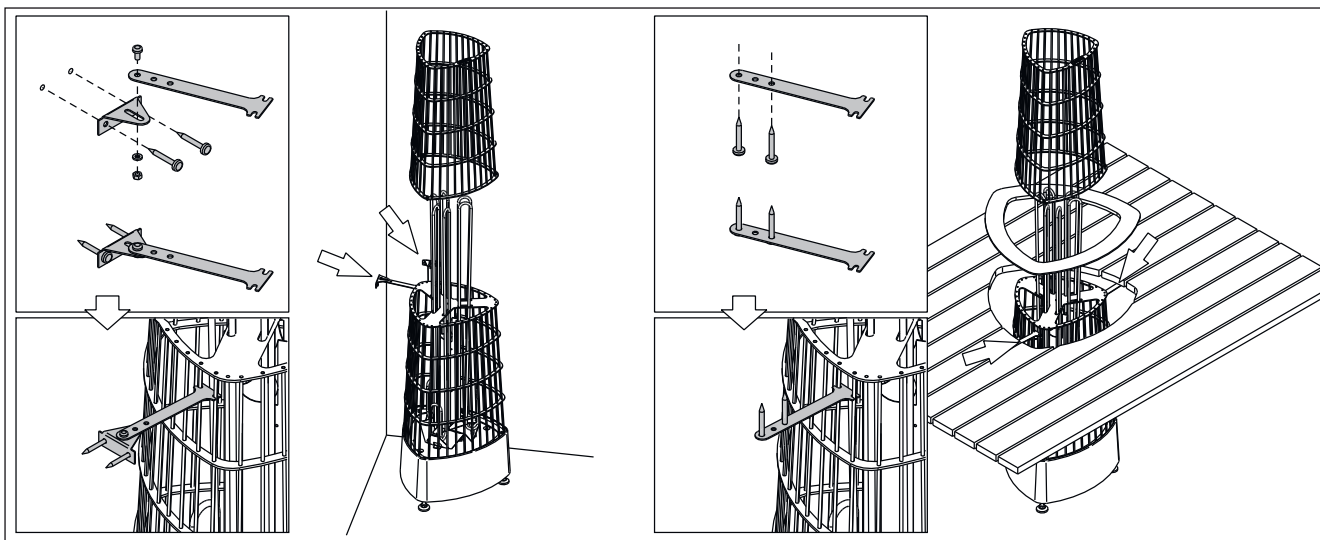

Рисунок 11. Установка нагревателя с помощью крепежных наборов
Рисунок 11а. Электромонтаж пульты управления C150 и каменки PI-E (подключение в 3-фазной сети)
Рисунок 11б. Электромонтаж пульты управления C150 и каменки PI-E (подключение в 1-фазной сети)
3. Чтобы прикрепить нагреватель к каркасу сауны, используйте крепежные наборы (2 шт.). На рис. 11 приведены примеры использования крепежных наборов. **Внимание! Крепление нагревателя с верхней части стального каркаса может затруднить складывание камней и техническое обслуживание.**